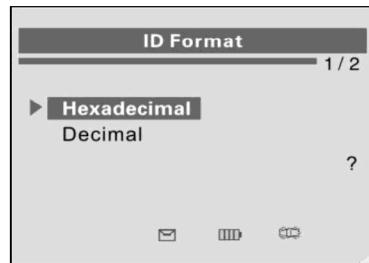

Рисунок 2-5
- 2) В окне **ID Format** [Формат идентификатора] с помощью **кнопок прокрутки вверх/вниз** выберите требуемый формат идентификатора. См. рисунок 2-5.